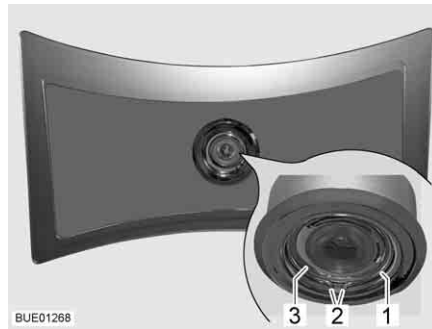

Bild 265 Taklampa
- Tryck samman fjädderringen (Bild 265,1) i båda ändarna (Bild 265,2) och ta bort den.
- Ta ut höljet (Bild 265,3) med lysdioderna ur lampan.